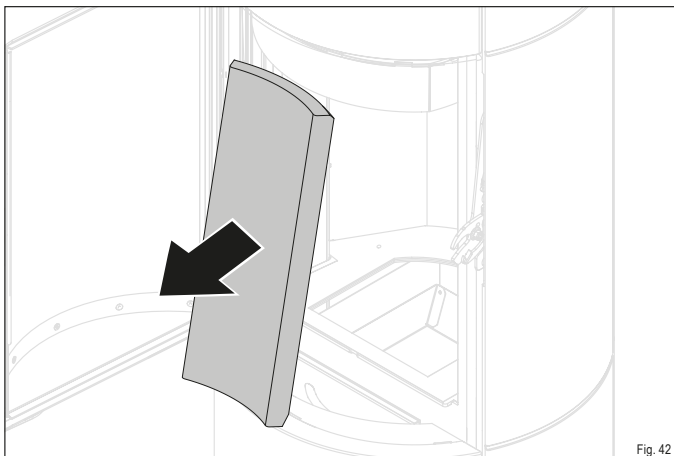

Fig. 42
- ▶ Retirez la pierre thermique arrière (Fig. 42).